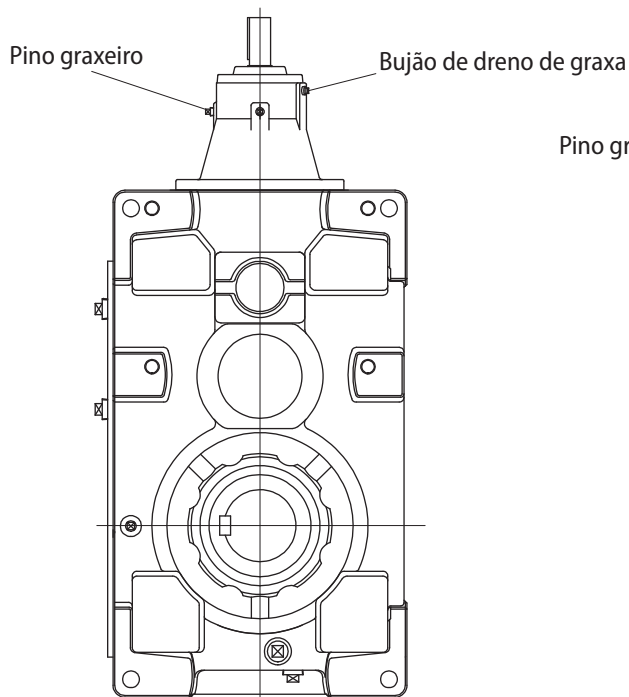

Fig. 25 Montagem parede do redutor
- Consulte as Figs. 25 e 26 (página 15) para saber as posições dos niples de graxa e dos bujões de alívio de graxa.